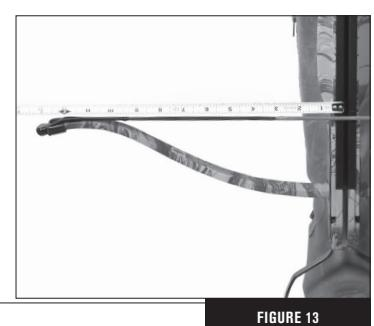

FIGURE 11
- Un de vos pied étant solidement ancré dans l'étrier et tout en maintenant le cran de préparation à l'armement dans la position vers le haut, glissez le cran de la sûreté sur la position DÉGAGÉE, « FIRE » (Fig. 11).